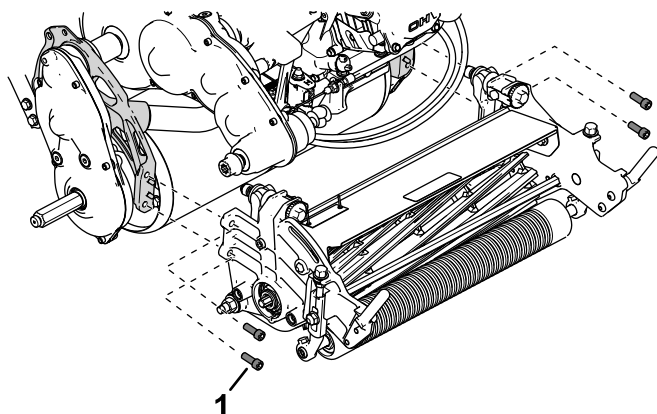

Bild 49
4. Entfernen Sie die Bundkopfschrauben, mit denen das Mähwerk am Rahmen befestigt ist (Bild 49).